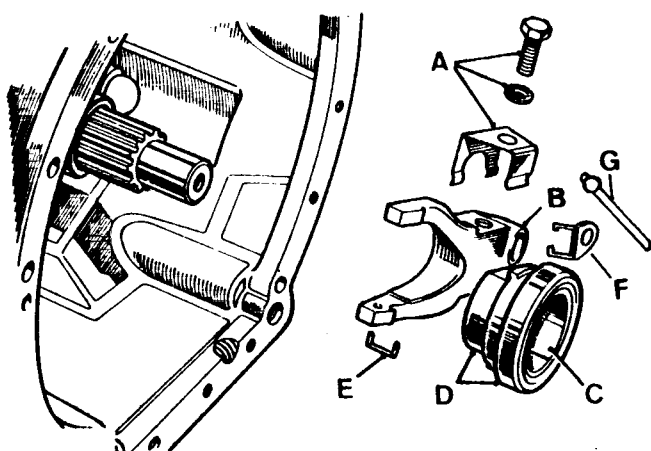

Fig. B-15 Cojinete de desembrague desmontado
- 1.2. Se retirará la horquilla-fiador (Fig. B-15) y se extraerá el conjunto del cojinete y manguito. Si fuera necesario podrá separarse el cojinete de su manguito por medio de una prensa. Al instalar el cojinete nuevo, se colocará con el extremo cóncavo hacia el costado saliente del manguito.
- 1.3. Después de extraer el tornillo y la arandela, se separará la abrazadera elástica y se desmontará el conjunto de la placa de desembrague (Fig. B-15).